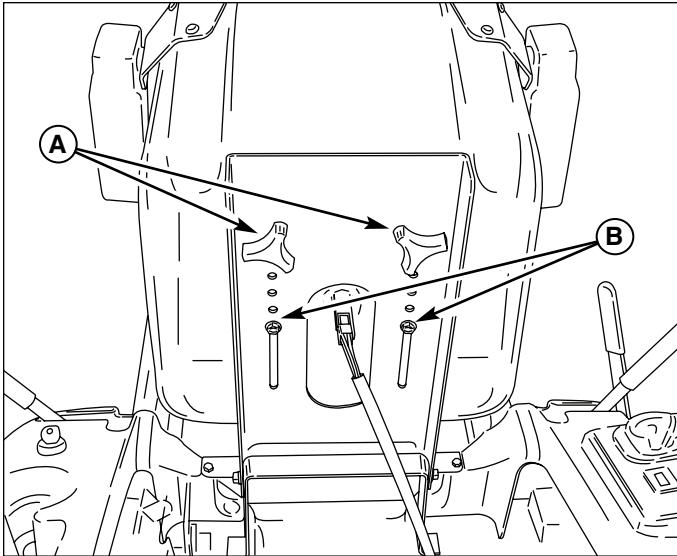

Figure 20. Réglage de siège
Voir la Figure 20. Le siège peut être déplacé vers l'avant et vers l'arrière. Enlevez les boutons (A), et desserrez les boulons de maintien (B). Faites glisser le siège en position voulue, puis remettez les boutons et resserrez les boulons.